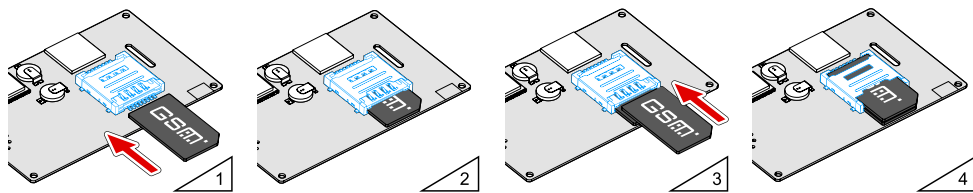

Рис.6. Установка sim-карты пользователя
- Установите первую SIM-карту в нижний слот SIM-держателя контактами вниз (**Рис.6,п.1**). При этом срезанный угол SIM-карты должен находиться ближе к краю печатной платы.
- При необходимости установите вторую SIM-карту в верхний слот SIM-держателя контактами вниз (**Рис.6,п.3**). При этом срезанный угол SIM-карты должен находиться ближе к краю печатной платы (**Рис.6, п.4**).